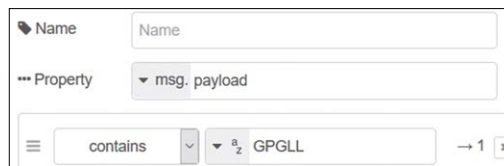

Figure 11.18 Configuration du nœud de commutation
- Créer un **commutateur** nœud et le configurer comme indiqué dans la figure 11.18. Ce nœud ex- traite uniquement les phrases \$GPGLL
- Créer un **commutateur** nœud comme dans la figure 11.18